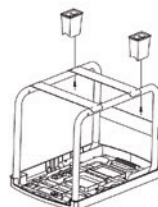

Fig.3
3. Fissare il telaio al motore con le 6 viti del telaio (fig 3).